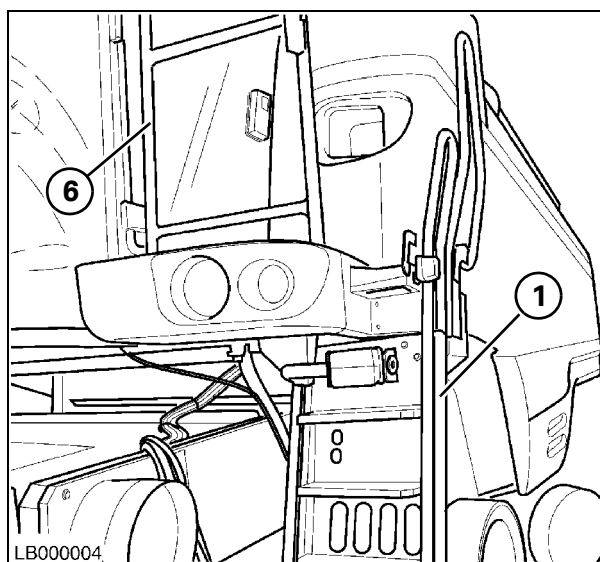

Рис. 88
- f) Теперь лестница (1) находится в положении, показанном на Рис. 88 и предназначенном исключительно для перемещения по дорогам общественного пользования.
Очистить стекло с левой стороны, не выходя за переднее ограждение (6 Рис. 88).